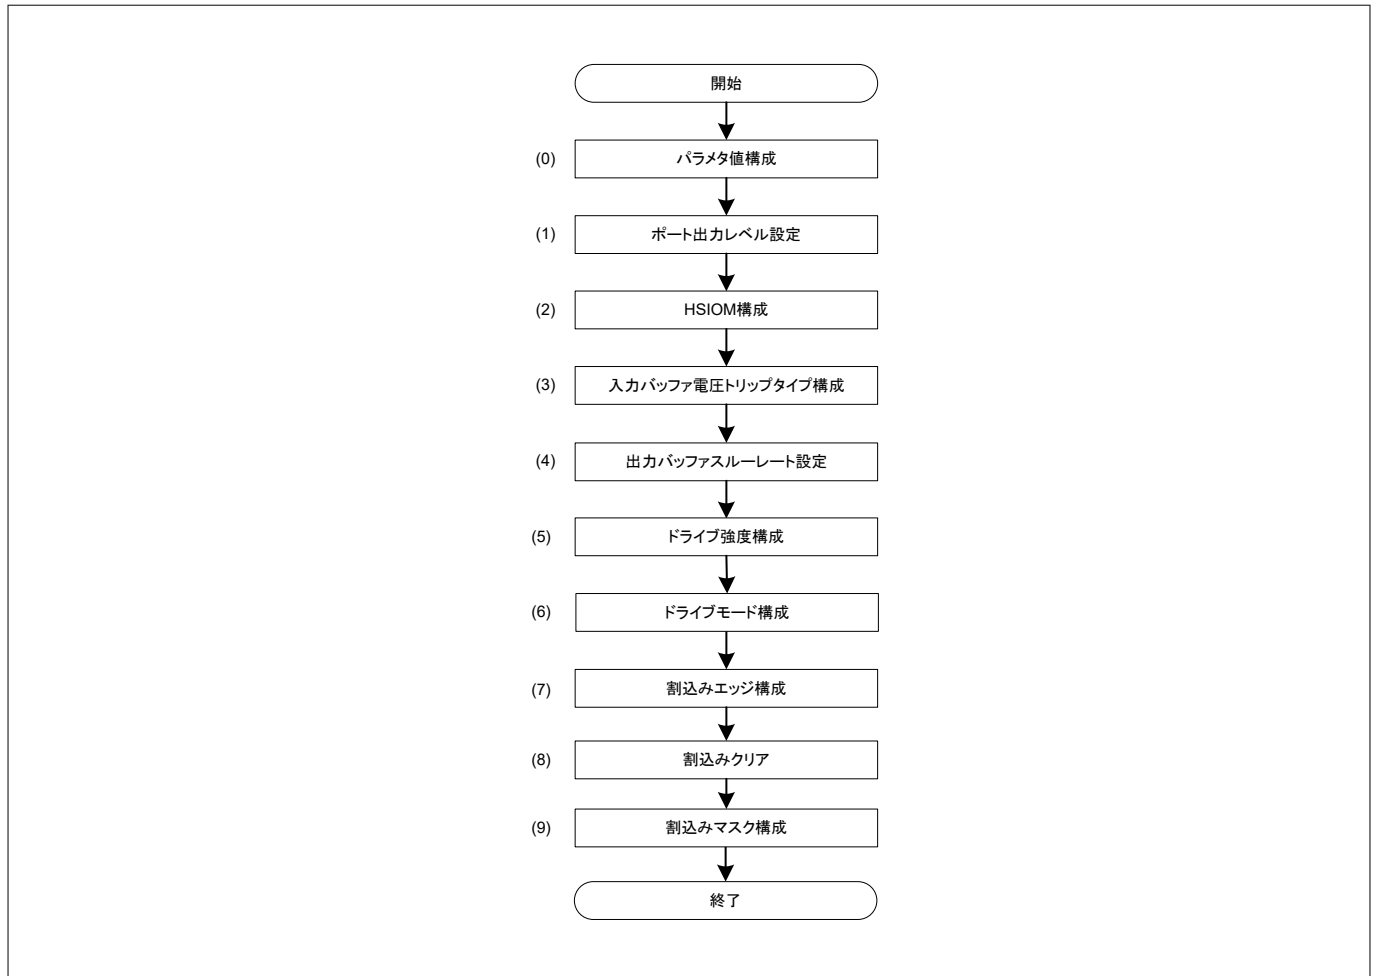

図 4 GPIO ピン初期化手順
図 4 に、GPIO ピンを初期化するフローを示します。このフローでは、(0) が設定部で実行され、(1) から(9) がドライバ部で実行されます。サフィックス「y」は、ポートレジスタ内のピンビットフィールドを示します。詳細な設定については、使用例で説明します。
(0) システムに応じてパラメータ値を設定してください。
(1) GPIO ピンの初期出力状態を出力データ設定レジスタ (OUT_SET.OUTy) に設定してください。GPIO ピンが入力に設定されている場合、これは不要です。
(2) ピンへの HSIOM 接続を HSIOM ポート選択レジスタ (PORT_SEL0.IOy_SEL) に設定してください。HSIOM レジスタの設定により、ポートがアクティブ (ポート出力) になります。
(3) ポート入力バッファ設定レジスタ (CFG_IN.VTRIP_SELy_0) で入力バッファを選択してください。
(4) ピン出力バッファのスルーレートをポート出力バッファ設定 (CFG_OUT.SLOWy) に設定してください。
(5) 出力ドライブ強度をポート出力バッファ設定 (CFG_OUT.DRIVE_SELy) に設定してください。
(6) ドライブモードをポート設定レジスタ (CFG.DRIVE_MODE3) に設定してください。
(7) ポート割込み設定レジスタ (INTR_CFG.EDGEy_SEL) に対して、無効または有効な割込みを選択してください。
(8) ポート割込みステータスレジスタ (INTR.EDGEy) のピン割込みをクリアしてください。
(9) 割込みマスクをポート割込みマスクレジスタ (INTR_MASK.EDGEy) に設定してください。